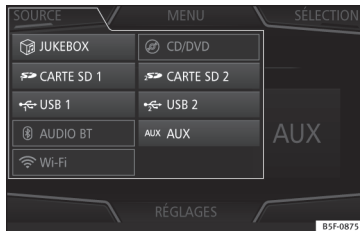

Fig. 215 Mode MÉDIA : changement de la source média.
- **OU** : Dans le menu principal *Média*, appuyez sur la touche de fonction **SOURCE**  **fig. 215** et sélectionnez la source multimédia souhaitée.